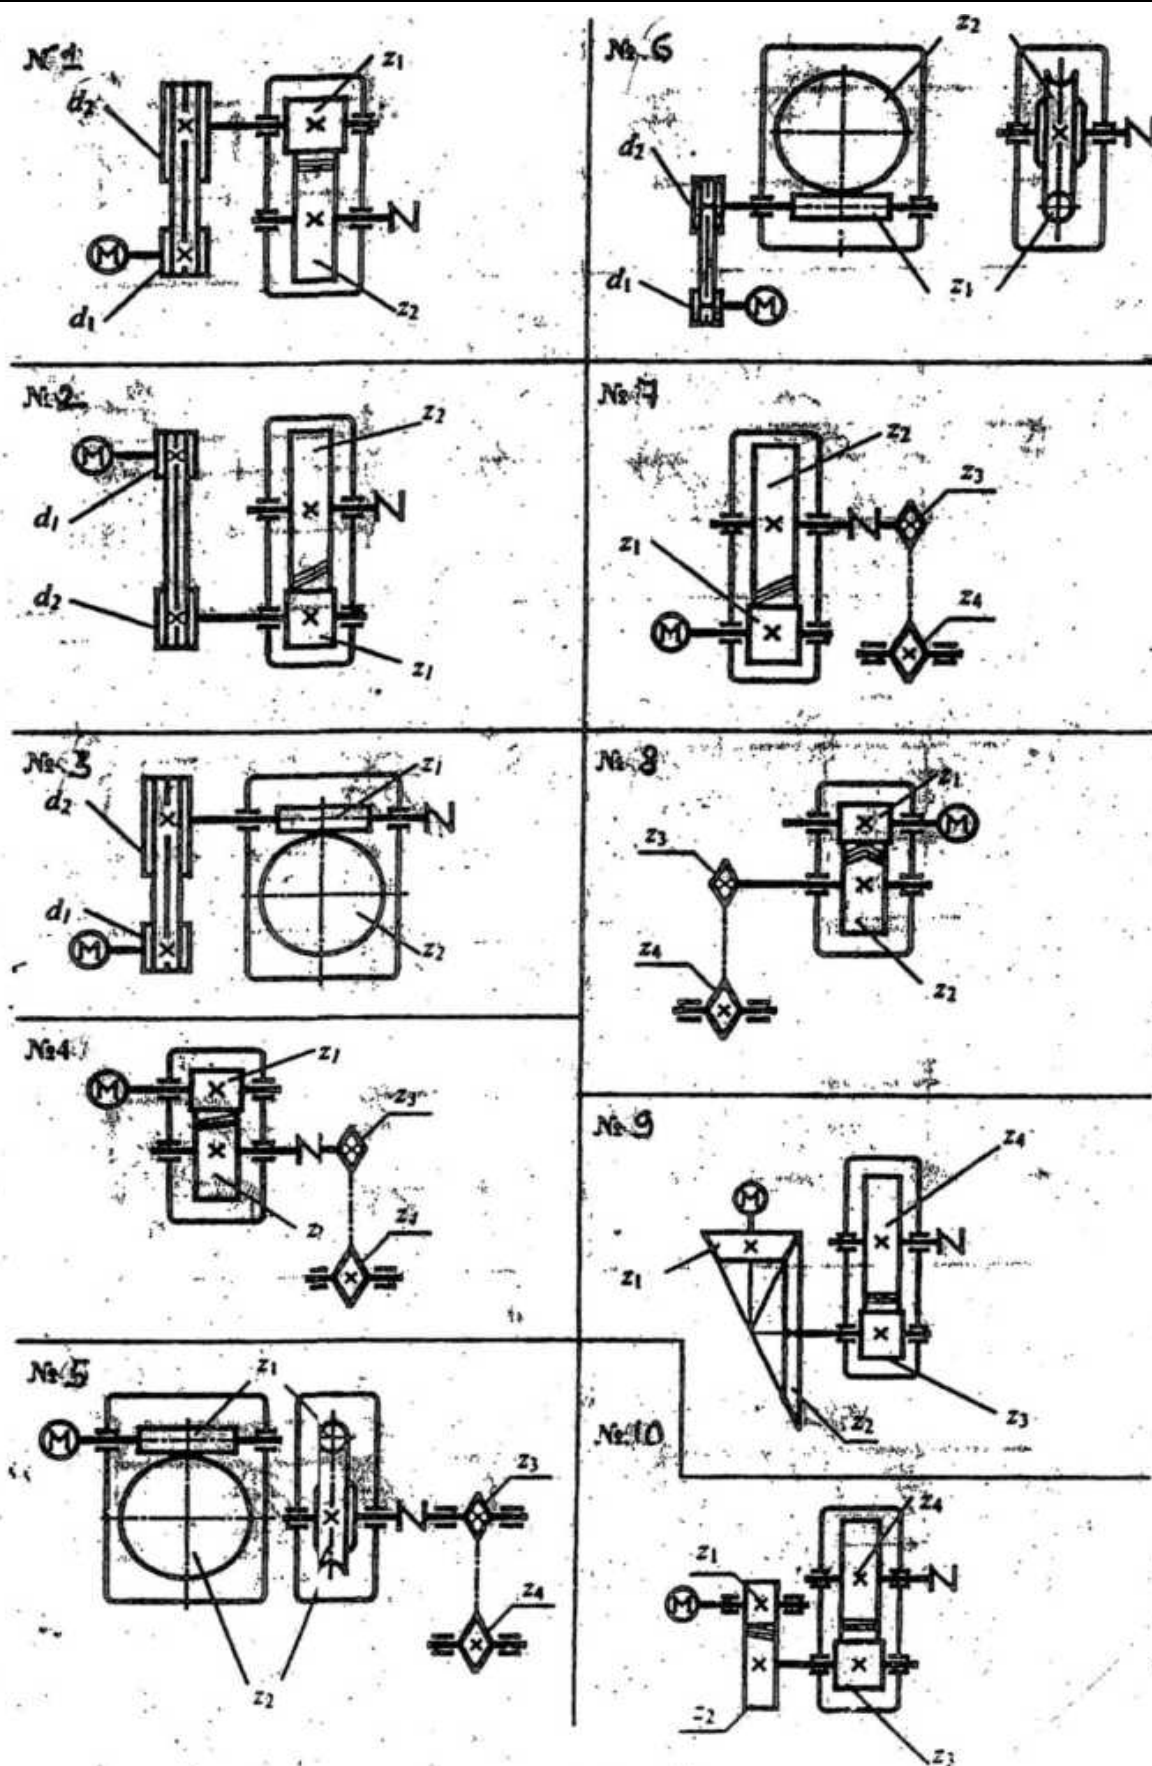

Рис. 5
Так как реакция R_D получилась со знаком минус, то изменяем её первоначальное направление на противоположное. Истинное направление реакции R_D – вниз (рис. 5 б).
2. Делим балку на участки по характерным сечениям О, В, С, Д (рис. 5 б).
3. Определяем в характерных сечениях значение поперечных сил Q_y и строим эпюры слева направо (рис. 5 в)
4. Вычисляем в характерных сечениях значения изгибающего момента M_x и строим эпюру (рис. 5 г).
а) сечение – прямоугольник с заданным сечением сторон (рис. 5 е);
б) сечение – круг (рис. 5 д).
Задачи 1 - 10. Привод (рис. 5) состоит из электродвигателя мощностью $P_{\text{дв}}$ с частотой вращения вала $n_{\text{дв}}$ и двухступенчатой передачи, включающей редуктор и открытую передачу, характеристики звеньев которой (d или z) заданы. Угловая скорость выходного (третьего) вала привода $\omega_{\text{вых}}$. Требуется определить: